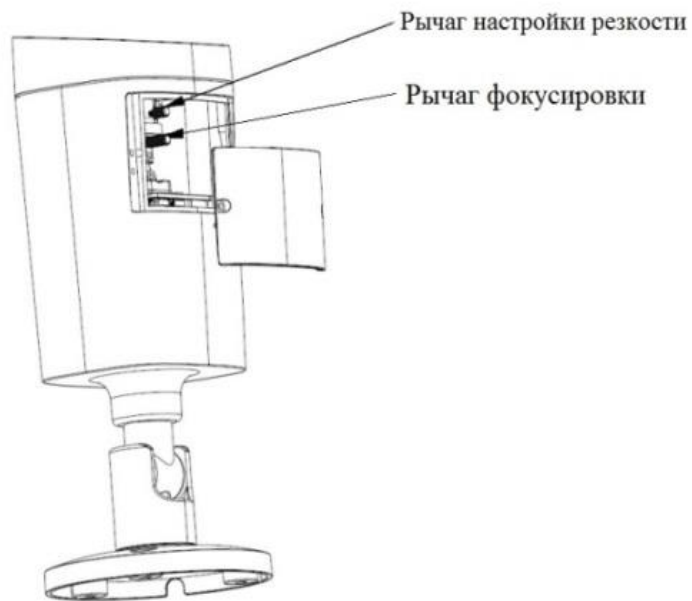

Рисунок 5.4
5.7 С помощью отвертки снимите нижнюю крышку и с помощью рычага изменения фокусного расстояния выберите наиболее подходящий ракурс изображения. Настройте резкость, используя рычаг настройки резкости. С помощью отвертки затяните винты рычагов изменения фокусного расстояния и настройки резкости (рис. 5.4).